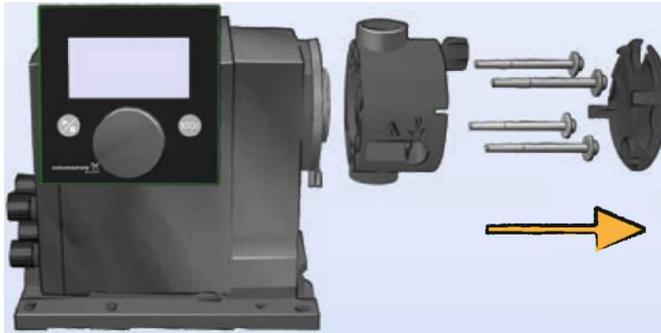

Abb. 27: Dosierkopf demontieren
- ➔ Den Deckel abnehmen, die Schrauben am Dosierkopf lösen und mit Scheiben abnehmen, anschließend den Dosierkopf abnehmen (siehe Abb. 27).